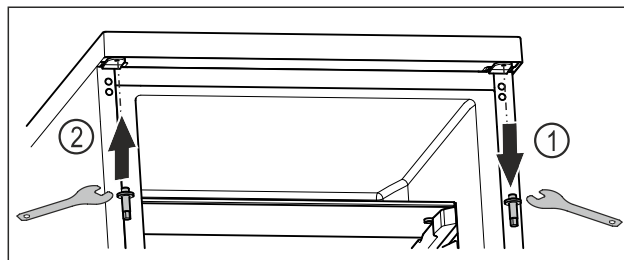

Fig. 23
- ▶ Wykręcić górny sworznień kluczem imbusowym. Fig. 23 (1)
- ▶ Przykręcić sworznień po przeciwnej stronie kluczem imbusowym. Fig. 23 (2)